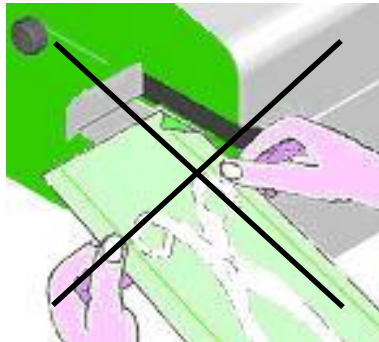

Abb.2.5
- Um mangelhafte Schweißungen, ein Verkleben und Betriebsstörungen zu vermeiden, muss der Bediener den Beutel immer gut ausgebreitet einlegen und die Falte am Einlaufwinkel vermeiden. Siehe hierzu Abb. 2.5.